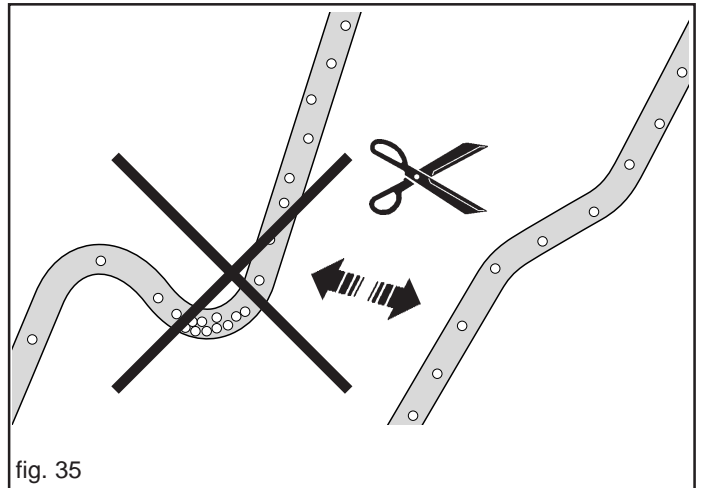

fig. 35
- 3) Die Länge der Gerät-treuschläuche kontrollieren: Bei der Arbeit muß vermieden werden, daß sich Krümmungen und Biegungen bilden, da diese zum Brechen der Schläuche führen können. Eventuell ist die Länge der Schläuche gemäß Abbildung 35 den Arbeitsbedingungen anzupassen.
Der Hersteller liefert ein biegesteifes Rohr mit \varnothing 150 mm zur Befestigung am Schlepper (A, Abb. 37). Beide Enden des Rohrs mit dem Kunststoffschlauch (B, Abb. 37) an die im Heck- bzw. Frontanbau befestigten Geräte anschließen. Darauf achten, daß sich keine Schlaufen bilden und der Schlauch nicht abknickt (Abb. 35).